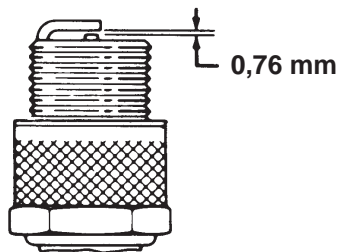

Figure 46
4. Réglez l'écartement entre les électrodes centrale et latérale à 0,76 mm (Fig. 46). Mettez en place la bougie ainsi réglée avec son joint d'étanchéité et serrez-la à 23 Nm. À défaut de clé dynamométrique, serrez fermement la bougie.